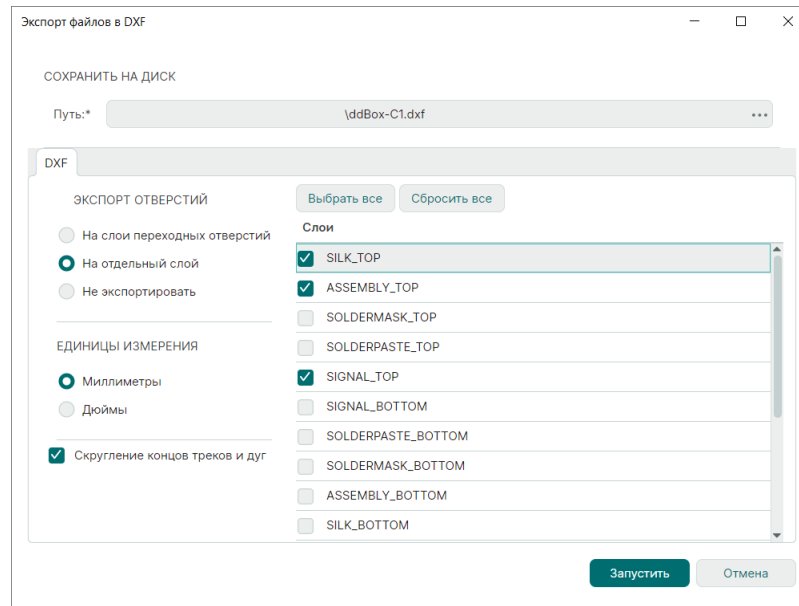

Рис. 117 Выбор слоев для экспорта в формате DXF
3. Выберите слои необходимые для экспорта с помощью установки флагов, см. Рис. 117.